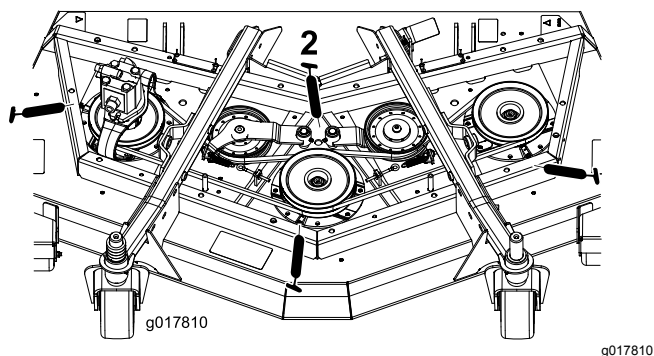

Figura 46
- 3 cuscinetti dell'asse del mandrino – situati sotto la puleggia (Figura 46)
- 2 boccole orientabili del braccio di rinvio (Figura 46)